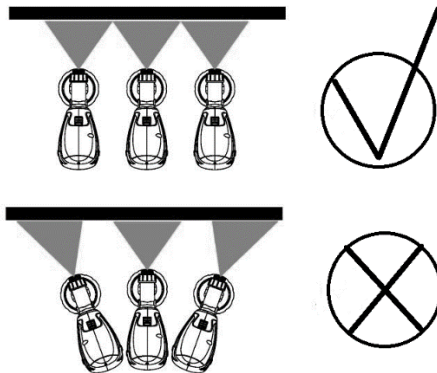

Рисунок 5
4.4 Фарбування потрібно починати із зовнішньої сторони робочої зони, тримаючи розпилювач паралельно, на однаковій відстані, приблизно 10-30 см від об'єкта (Рисунок 5). Переміщайте розпилювач рівномірно горизонтально або вертикально, залежно від налаштування форми струменя. Плавне переміщення розпилювача, з постійною швидкістю, призведе до рівномірного покриття поверхні. Рух інструмента уздовж поверхні, що фарбується здійснійте безперервною зигзагоподібною лінією. Щоб уникнути напливів фарби, робіть перерву між повторним фарбуванням поверхні (особливо вертикальної), достатню для висихання попереднього шару.